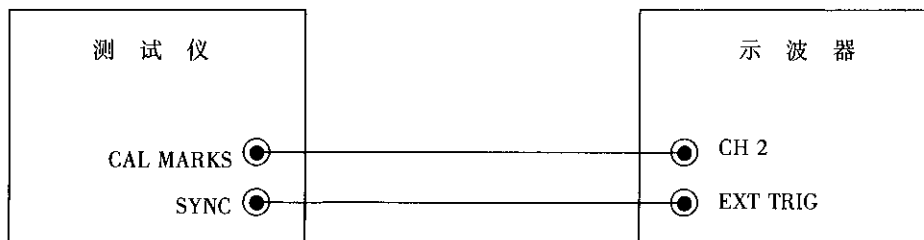

图 6
a) 连接仪器(见图 6)。
a) 连接仪器 (见图 6)。